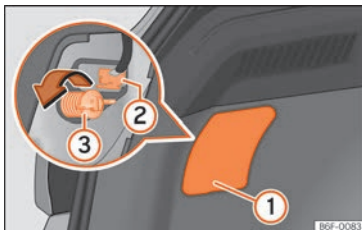
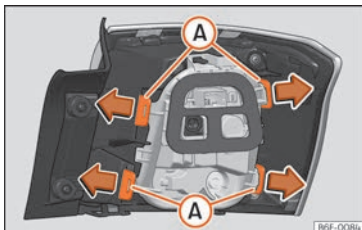

Fig. 107 Maletero: acceso al tornillo de fijación de la unidad de luz trasera.
Fig. 108 Lengüetas de fijación en la parte posterior de la unidad de luz trasera.
3. Retire la tapa haciendo palanca con el lado plano de un destornillador en el rebaje »» fig. 107 ①.
4. Extraiga el conector de la lámpara ②.
5. Desenrosque con la mano o con ayuda de un destornillador el tornillo de fijación del piloto ③.
7. Desmonte el portalámparas desbloqueando las lengüetas de fijación »» fig. 108 A.